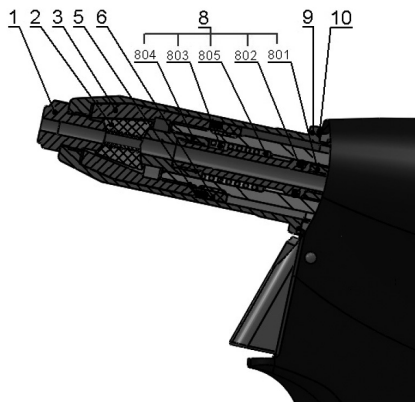
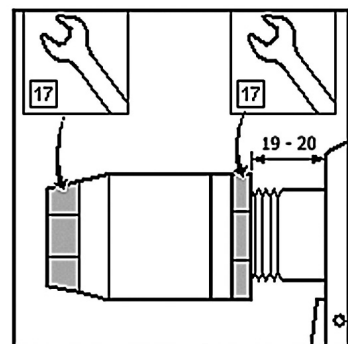

Abb.2
Abb.3
Trennen Sie das Werkzeug von der Druckluftquelle, schrauben Sie das vordere verstellbare Frontdüse /Abb.2 - Pos.9/ mit einem Schraubenschlüssel Nr. 23 ab, setzen Sie den Schlüssel Nr. 17 auf die Spannhülse /Abb. 2 - Pos.3/ und den Schlüssel Nr. 17 auf die HP - Mutter /Abb.2 - Pos.6/ und lösen Sie diese. Schrauben Sie die Spannhülse ab und tauschen Sie die Spannbacksätze / Abb.2 - Pos.2/ und den Komplettes Saugleitung /Abb. 2 - Pos.8/ aus. Alle verwendeten Gewinde sind Rechtsgewinde. Reinigen Sie die demontierten Teile gründlich und unterziehen Sie diese und insbesondere die folgenden Teile einer Sichtprüfung:
- 1) Spannbacksätzen /Abb.2 - Pos.2/ - Abgenutzte oder beschädigte Teile müssen ausgetauscht werden. Reinigen Sie verschmutzte Teile mit einer Drahtbürste.
- 2) Mundstück /Abb.2 - Pos.1/ - Überprüfen Sie die Funktionsflächen des Reduzierstücks auf Verschleiß.
- 3) Komplette Saugleitung /Abb.2 - Pos.8/ - Abgenutzte oder beschädigte Teile müssen ausgetauscht werden /Abb.2 - Pos.801, Pos.802, Pos.803, Pos.804 und Pos.805/.
- 4) Verstellbare Frontdüse /Abb.2 - Pos.9/ - Überprüfen Sie die Innenfläche auf Beschädigungen ( $\varnothing 18$ ).
- 5) Abstreifring /Abb.2 - Pos.5/ - Ersetzen des Rings durch einen neuen Abstreifring, sofern dieser beschädigt oder abgenutzt ist.
Montieren Sie die Teile in umgekehrter Reihenfolge (siehe Teile-Demontage). Geben Sie einen Tropfen Schmieröl (wir empfehlen das Hydrauliköl HYSPIN AWHM 32 CASTROL) auf die Außenfläche der Spannbacksätzen /Abb.2 - Pos.2/. Geben Sie eine dünne Schicht Plastik - Schmierstoff MOGUL LV 2-3 auf die Saugleitung und den O-Ring /Abb.2 - Pos. 801 und Pos. 802/. Die Grundeinstellung der Spannbacken erfolgt wie in Abb. 3 dargestellt.